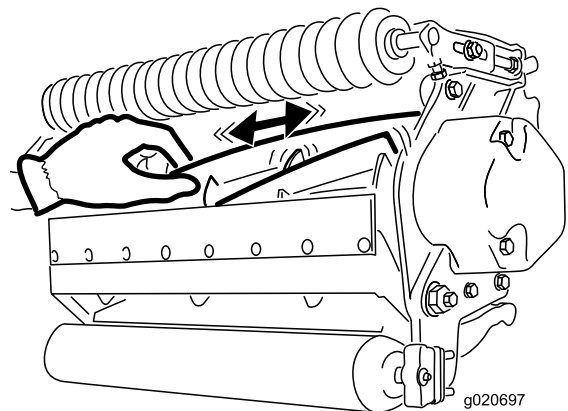

Figura 32
2. Utilizando um pano ou luva almofadada, segure a lâmina do cilindro e tente mover o conjunto do cilindro de um lado para outro (Figura 32).